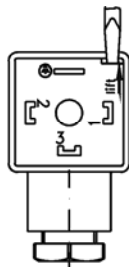

Fig. 8
- ⇒ En poussant avec un tournevis ou tout autre outil similaire, faire sortir l'intérieur (Pos. 8) de la boîte de raccordement (Fig. 8).